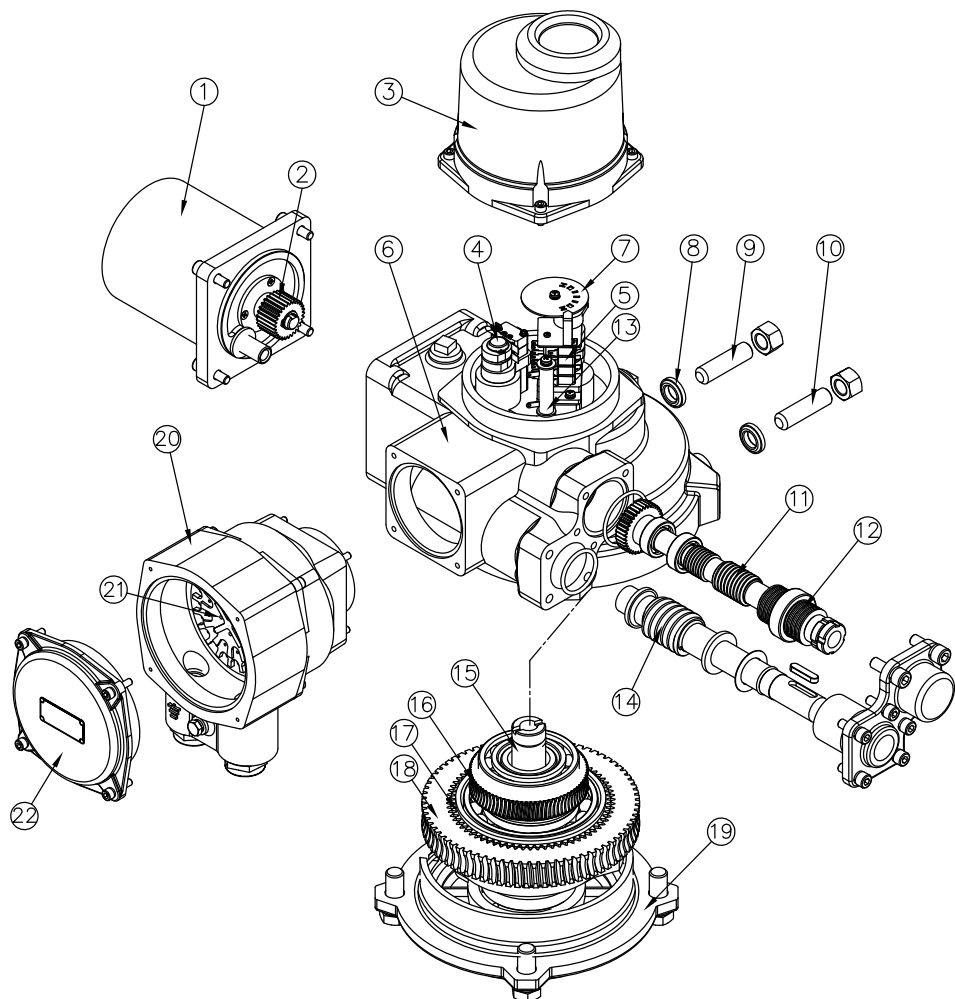
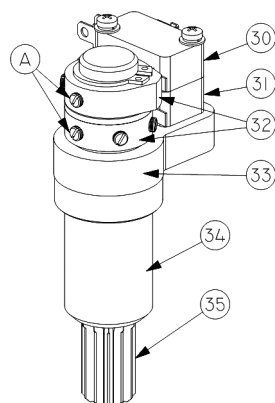

Рис.1 Электропривод ГЗ-ОФВ
Рис.3 Двухсторонняя муфта ограничения крутящего момента
Электропривод состоит из следующих узлов и деталей (рис. 1): электродвигателя (1), взрывозащищенной клеммной коробки (20-22), силового редуктора, в состав которого входит: червячный редуктор (11,16), червячный редуктор маховика ручного дублера (14,18) и автоматическая муфта сцепления с планетарной передачей (17), двухсторонней муфты ограничения крутящего момента (моментной муфты) (4), ограничителя хода выходного вала (5), индикатора положения затвора арматуры (7), выходного вала (15), механических упоров открытия и закрытия (9,10) и корпусных деталей.
При достижении предварительно установленной величины крутящего момента в положении ЗАКРЫТО или ОТКРЫТО, либо в случае аварийного заклинивания штока затвора арматуры в промежуточном положении, выходной вал (15) (рис. 1) с червячным колесом (16) останавливается, а червячный вал (11), ввинчиваясь в венец червячного колеса (16), вследствие продолжающегося вращения ротора электродвигателя, начинает перемещаться в осевом направлении, сжимая тарельчатые пружины (12). Величина сжатия тарельчатых пружин определена настроенным крутящим моментом моментной муфты. Поступательное движение червячного вала (11) приводит к вращению вала моментной муфты (34) (рис.3). Кулачки (32), расположенные на валу моментной муфты, нажимают кнопки муфтовых микровыключателей (30, 31), размыкая цепь управления питанием электродвигателя электропривода.
Механические упоры (9,10) (рис. 1) применяются для первоначальной настройки конечных положений затвора арматуры ОТКРЫТО и ЗАКРЫТО при ручном управлении. Они также являются аварийной защитой, в случае отказа конечных и муфтовых микровыключателей, электродвигатель отключится блоком тепловой защиты БТ (рис. 4).